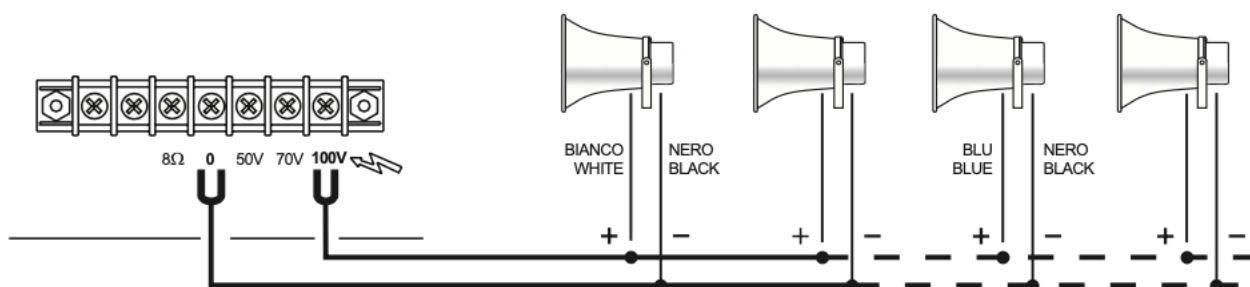

Fig. 1
- Collegare le terminazioni del cavo uscente dal diffusore alla linea di distribuzione 100 V (vedi fig. 1).